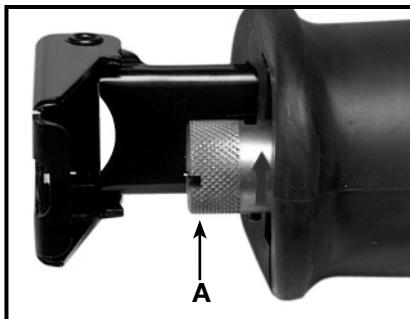

Fig. 1
1. Hay que tener el árbol alternativo (eje de vaivén) totalmente extendido para permitir entrada al collar de seguridad de la segueta (A) Fig. 1, de Quick-Change™. Si es necesario, apriete ligeramente el gatillo para mover el árbol alternativo hasta su posición extendida (como está ilustrado en la Fig. 1).